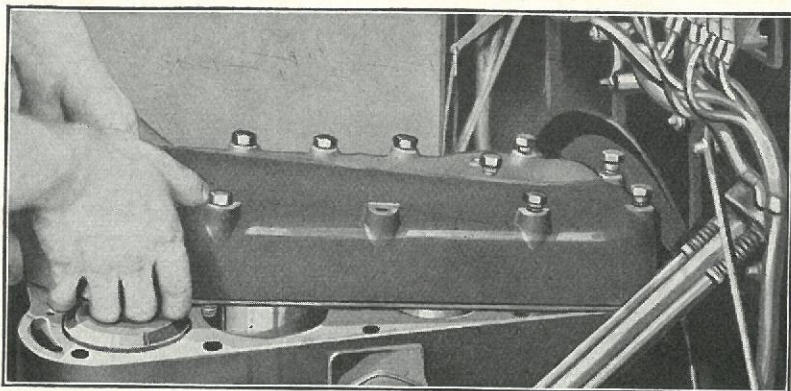

Fig. 227
- Anbring Topstykket paa Cylinderblokken (Fig. 227).